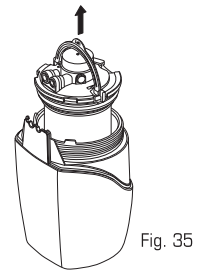

Fig. 35
6. **Levante la manija** del Soporte. **Levántela directamente hacia arriba** para quitar el Filtro y el Soporte usados (Fig. 35).